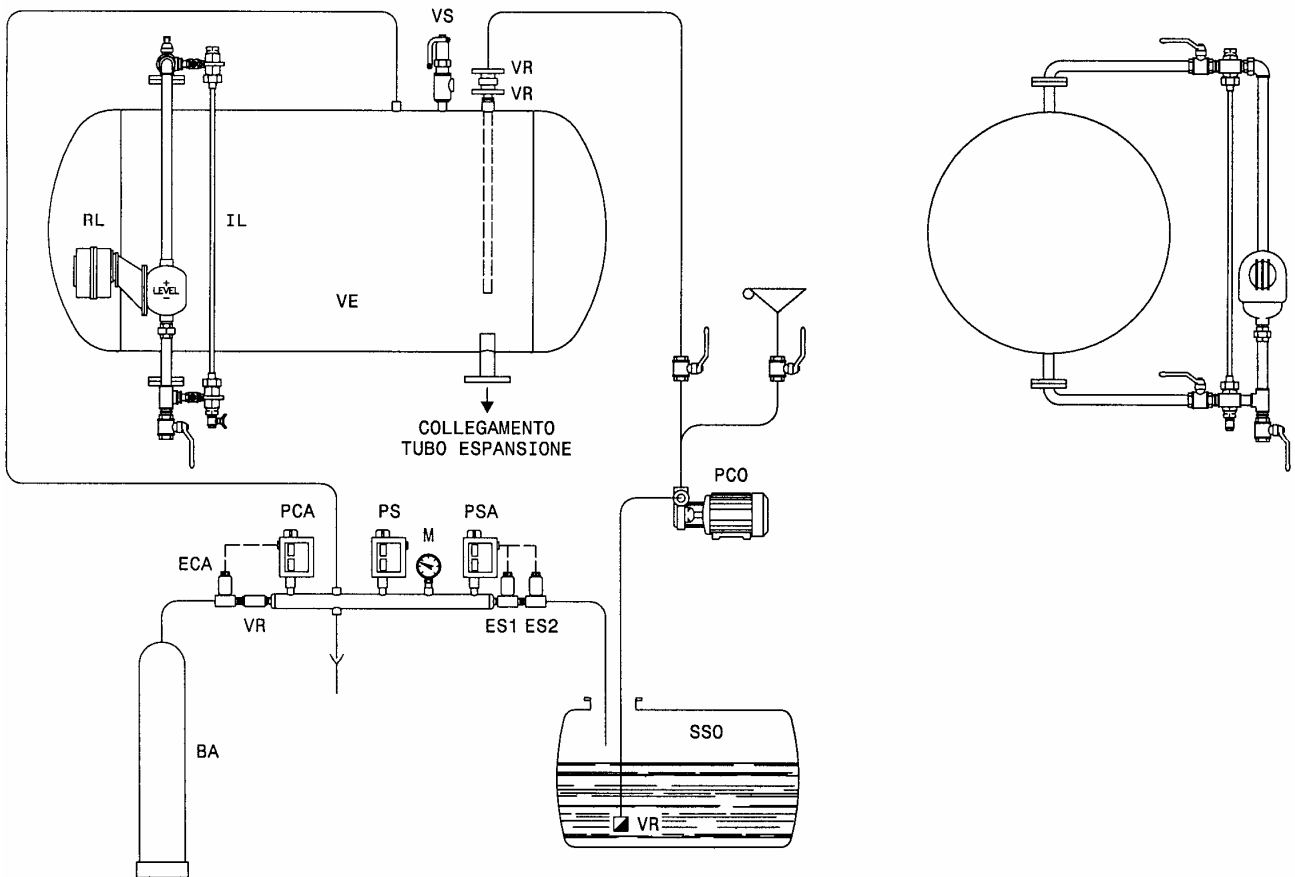

Рис. 7 – Схема расширительного бака
3.2 КОМПЛЕКТУЮЩИЕ ЗАКРЫТОГО РАСШИРИТЕЛЬНОГО БАКА (Рис. 7)